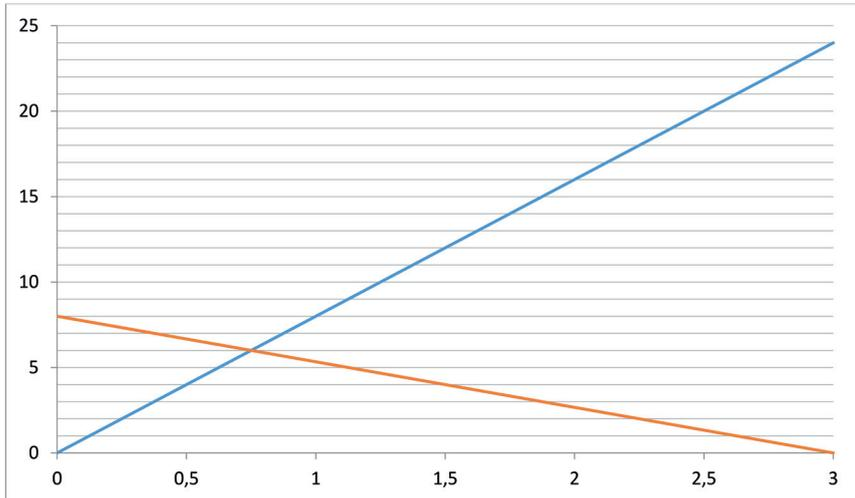

Abb. 2.1: Diagramm zur Berechnung parallel geschalteter Widerstände
*Grafische Probe für die Parallelschaltung (Abb. 2.1):*